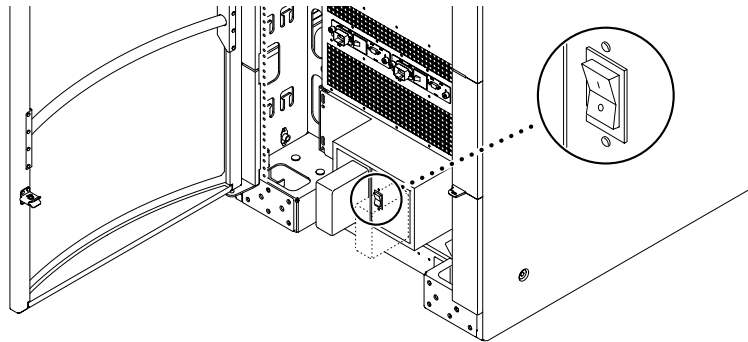

FIGURE 2-7 Interrupteur de CA RTS du système Sun Fire 6800
1. Assurez-vous que tous les interrupteurs RTS (Redundant Transfer Switch) sont mis en position off à l'avant et à l'arrière du système (FIGURE 2-7).